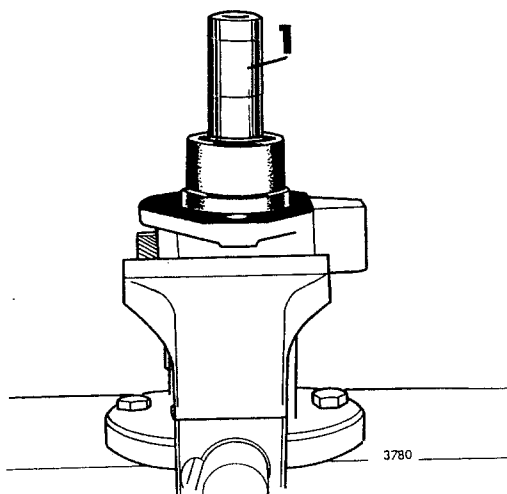

Fig 14-42. Montering av yttre lager
3. Trä yttre nållagret på axeln och pressa in lagret, se fig 14-42. Se till att anliggningsytan för tätningsringen inte repas. Nållagret skall pressas in så långt att ett axialspele på 0,25-0,40 mm erhålls. (Som regel erhålls detta spel då lagret pressas mot ansatsen).